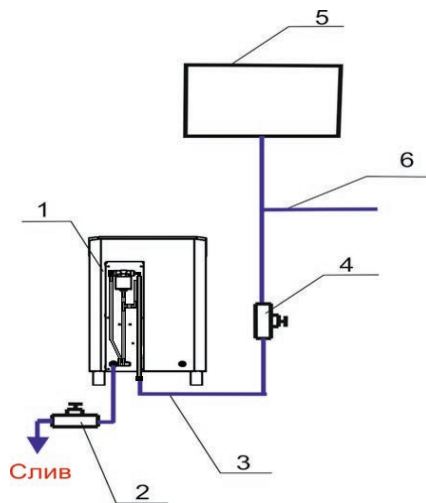

Рис. 7
2.1.2.5 Приподняв вверх снять заднюю крышку. Подключить ЭНУ (поз. 1, рис. 7). с помощью гибкого шланга (поз. 3, рис. 7). к водопроводной сети (поз. 6, рис. 7) или накопительному баку (поз. 5, рис. 7), расположенному в смежном помещении. Рекомендуется устанавливать накопительный бак на высоте не менее 1 м от верха ЭНУ. Перед ЭНУ следует установить запорный кран (поз. 4, рис. 7). Удалить временную заглушку и установить кран слива воды (поз. 2, рис. 7) используя гибкую подводку необходимой длины. Для предотвращения образования известковых отложений, значение жесткости воды должно находиться в диапазоне от 0,5° до 5°F. Рекомендуется использование специальной установки - деминерализатора (с обратным осмосом).
2.2.2.1 Закрывать сливной кран (поз. 2, рис. 7) и открыть заливной кран (поз. 4, рис. 7).
2.2.2.5 После окончания работы, в целях предотвращения образования осадка в баке парогенератора, рекомендуется сливать воду из системы. Для этого закрыть заливной кран (поз. 4, рис. 7) и открыть сливной кран (поз. 2, рис. 7). Дождаться полного слива воды из системы. Оставить краны в таком положении до следующего включения изделия. При возникновении возможности замерзания воды в баке парогенератора, сливать воду обязательно!